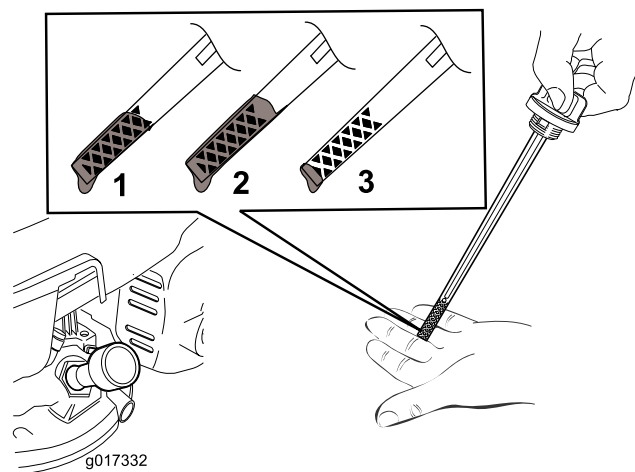

Рисунок 6
Примечание: Заливайте масло в картер двигателя до достижения требуемого уровня по масломерному щупу как показано на Рисунок 6. В случае перелива слейте некоторое количество масла из двигателя, как описано в Замена масла в двигателе \(страница 17\).
2. Извлеките масломерный щуп (Рисунок 6).